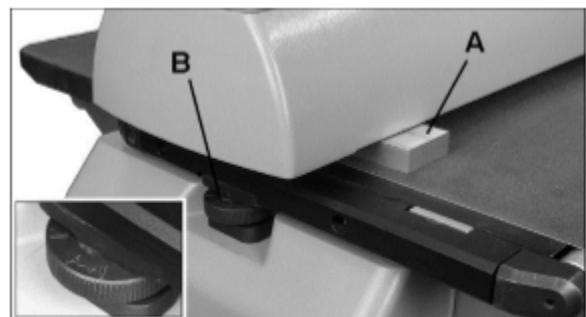

Рис. 13
3. Вставьте брускок (A, Рис. 13) между барабаном и настилом транспортера с внешней стороны барабана.
7. Поворачивайте регулировочный диск (B, Рис. 13), чтобы поднять или опустить внешний конец стола. Следуйте указателям направления, нанесенным на диск (+ для подъема).
3. Если в месте нахлеста при шлифовании видна борозда, слегка опустите стол с внешнего конца барабана, вращая регулировочный диск (B, Рис. 13).